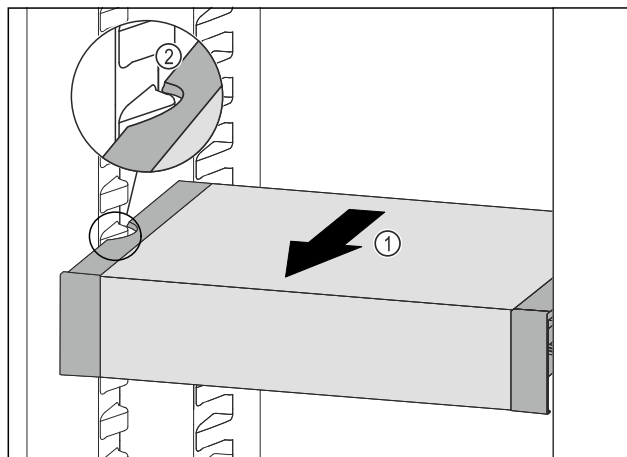

Fig. 127
- ▶ Вытягивайте VarioSafe вперед Fig. 127 (1), пока боковые выемки VarioSafe не окажутся на высоте выступа резервуара в холодильном отделении. Fig. 127 (2)